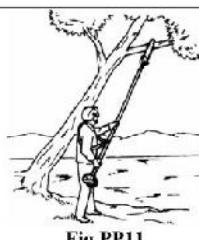

Fig.PP11
5.5- Corte por encima de obstáculos (Fig. PP11)